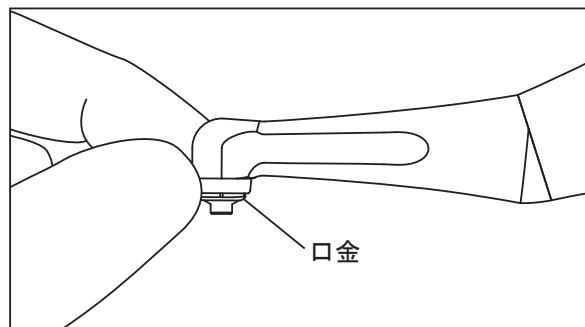

図 4
- 5) 停止後、ヘッド部に異常な発熱がないことを直接手で触って確認してください。（図 4）